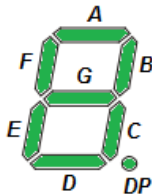

Рис. 2. Индексация светодиодов в семисегментном индикаторе
- 2) По индексации светодиодов (рис. 2) и номерам выводов цифрового порта в семисегментном индикаторе, определить коды отображения символов чисел от 0 до 9.